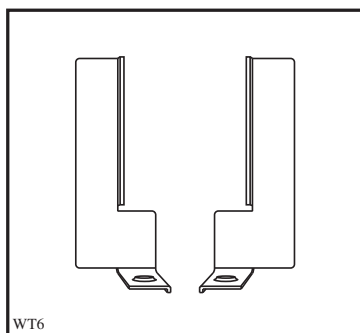

Fig 2b
- Montar as correspondentes chapas metálicas de fixação (fig. 2b/3b) e fixá-las com os parafusos fornecidos (A+B) tanto na máquina secadora quanto nas arestas superiores.